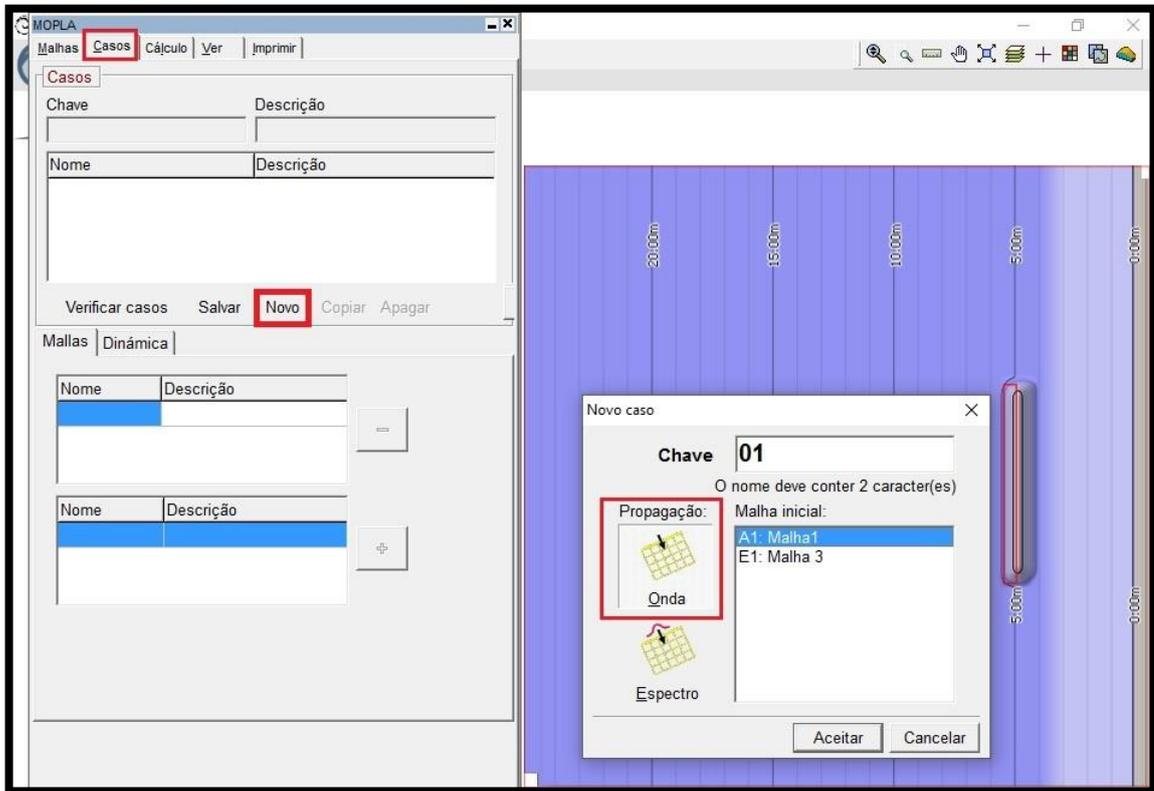

Figura 10 – Janela “Novo caso”, onde se escolhe o tipo de propagação do caso (monocromática ou espectral).
- 21) Clicar, na opção "Propagação", no primeiro botão **“Onda”** (à esquerda da lista) e selecionar a malha acoplada **A1**. Finalizar clicando em "Aceitar" (Figura 10);